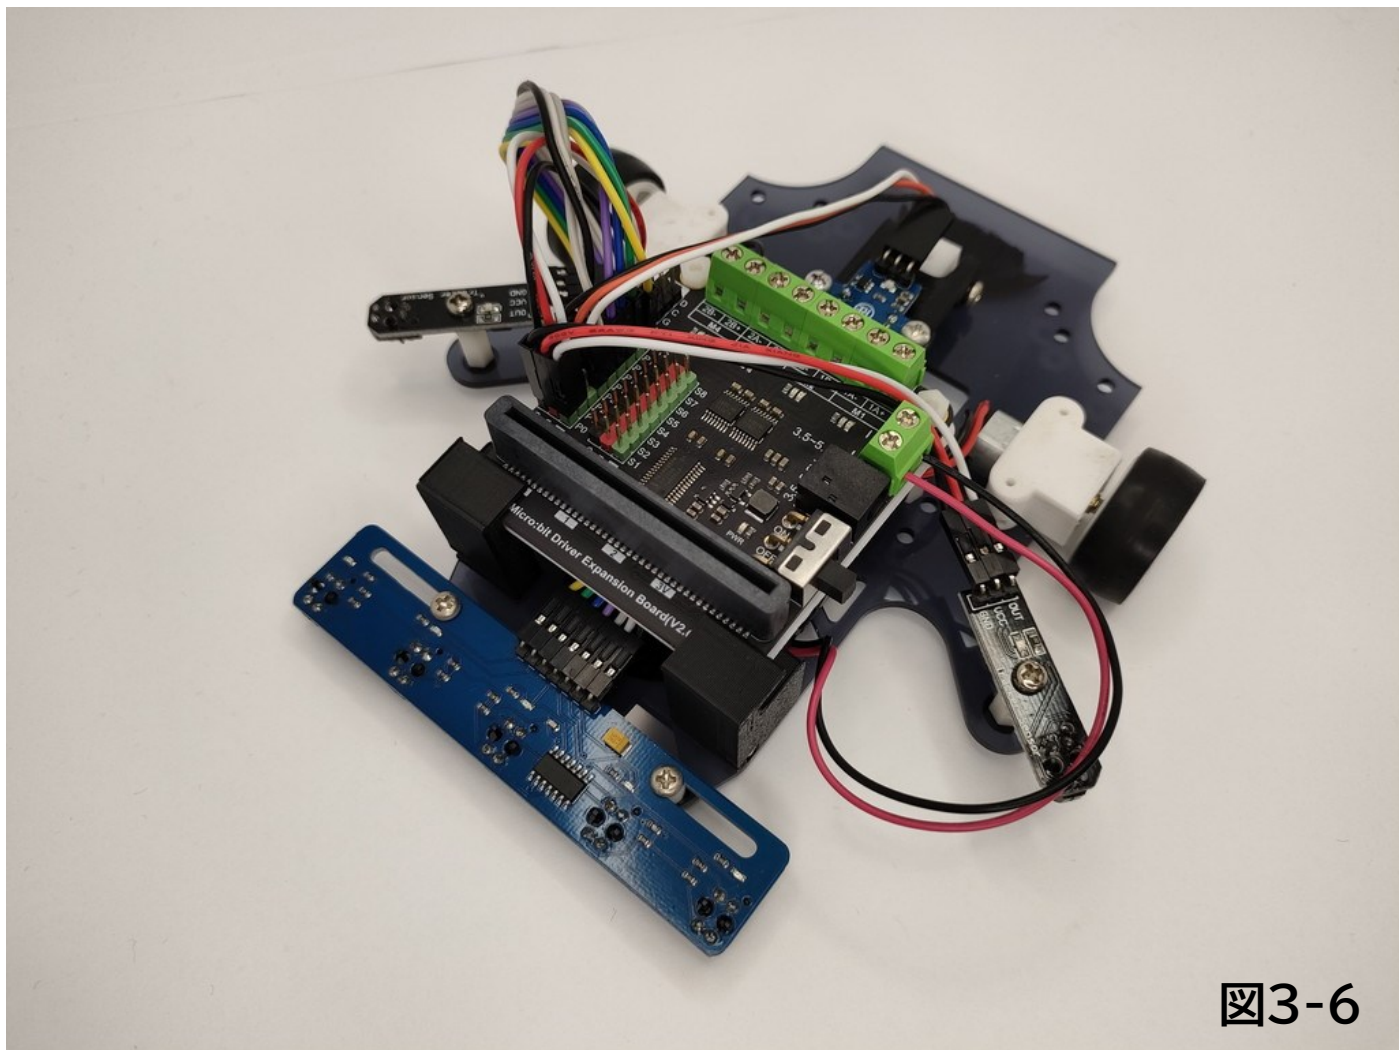

図3-6
4. 「センサ」「モーター」「ロータリーエンコーダ」を取り付けと、図3-6のようになります。